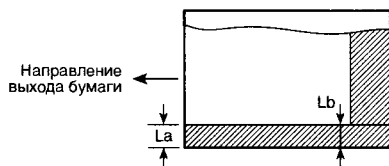

Рис. 25. Измерение участков черного фона на переднем и заднем краях копии
3. Измерьте участки черного фона на переднем и заднем краях копии (рис. 25). Если ширина L_a равна ширине L_b , то регулировка не требуется.